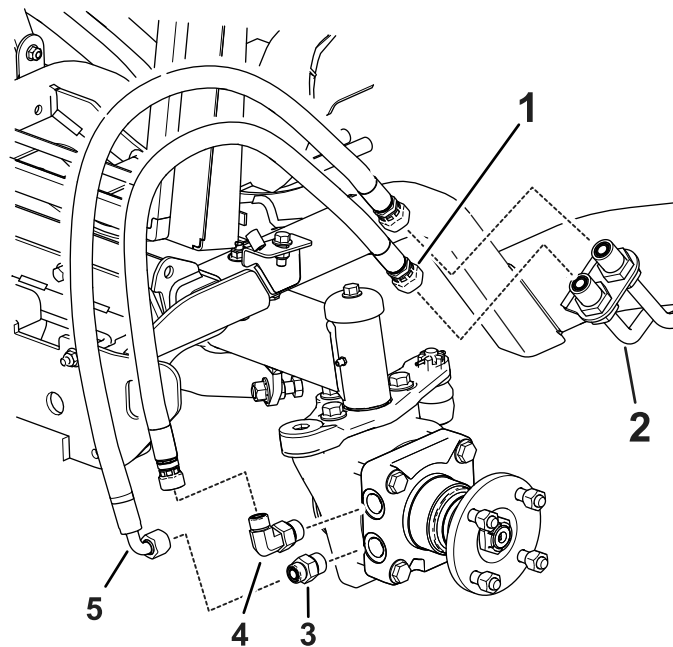

图 4
3. 将新的直通接头和 90°弯头安装到车轮马达上 图 4。
6. 将带直通过接头的软管安装到 90°弯头图 4。
7. 将带 90°弯头的软管安装到直通过接头图 4。
16. 一次拆下一个盖子并将正确的软管安装到液压管线上如图 4 所示。
17. 拆下剩余的盖子并将软管安装到液压管线上图 4。